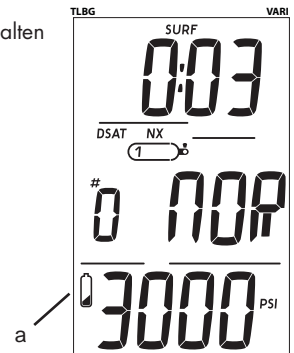

Abb. 1 - SCHWACHE BATTERIE
- Batteriesymbol leuchtet, ohne zu blinken (Abb. 1 a)